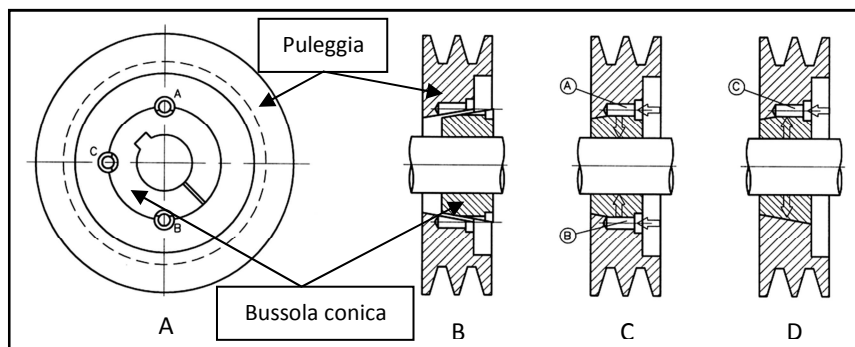

Figura 15 Schema per il montaggio di una puleggia a bussola conica.
Per aiutarsi sia nella comprensione che nell'esecuzione delle operazioni di cui a questo paragrafo aiutarsi ricorrendo a quanto raffigurato in figura 15.
- POSIZIONARE LE VITI A E B SENZA SERRARLE, FIGURA 15, PARTICOLARE A;
- INFILARE L'INSIEME PULEGGIA-BUSSOLA SULL'ALBERO, FIGURA 15, PARTICOLARE B;
- STRINGERE A FONDO LE VITI A E B, FIGURA 15, PARTICOLARE C;
- SVITARE LE VITI A E B E TOGLIERLE DALLA LORO SEDE, FIGURA 15, PARTICOLARE A;
- SVITARE LA VITE IN C, FIGURA 15, PARTICOLARE A, FINO ALL'ALLENAMENTO DEL MOZZO;
- ESTRARRE LA PULEGGIA CON LA BUSSOLA CONICA, FIGURA 15, PARTICOLARE D, FACENDO ATTENZIONE A NON FAR CADERE LA BUSSOLA;